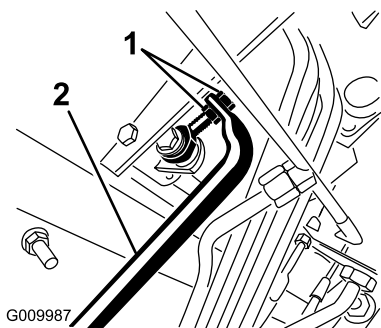

図 94
5. ポンプのロッドの端部についているジャムナットを調整する前進回転をなくすにはポンプのコントロールチューブを前へ動かし、後退回転をなくしたい場合には、後ろへ動かす 図 94。